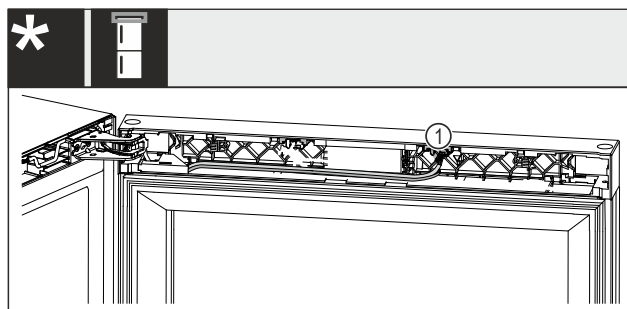

Fig. 25 Combinazioni vino-congelatore*
- Estrarre la spina Fig. 25 (1) dal nido.*